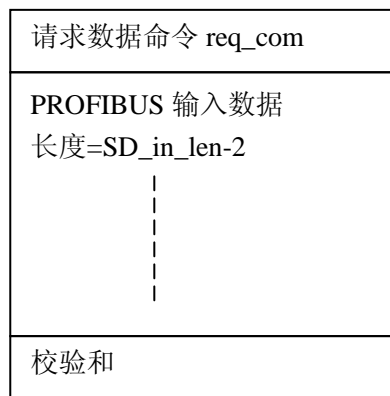
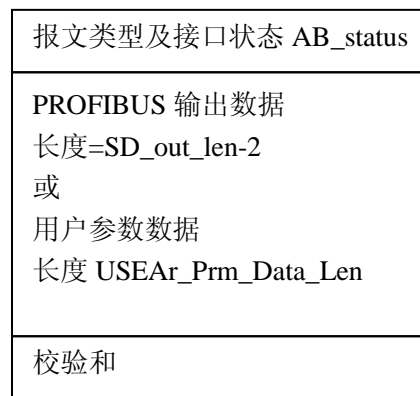

图 4-7-1 用户模板发—输入数据报文格式
图 4-7-2 接口板答—输出数据报文格式
(1) 用户模板主动向接口板发送“输入数据报文”格式如图 4-7-1 和图 4-7-2 所示。其中包括：PROFIBUS 输入数据、请求数据命令 req_com 及校验和。请求数据命令 req_com 见表 4-4 所示。